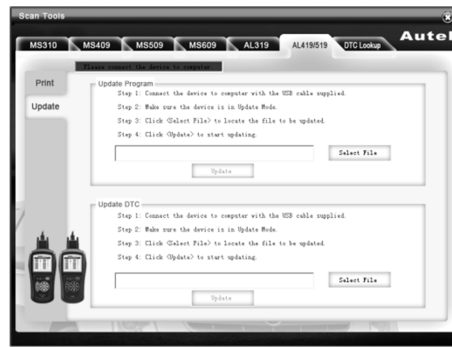

Figure 3.11
- 2) Exécutez le Trousse d'outils MaxiLink dans votre ordinateur. (Figure 3.11)
- 5) Sélectionnez les programmes à mettre à jour sur votre ordinateur. Il existe deux types de programmes: système d'exploitation et la bibliothèque DTC. (Figure 3.11)